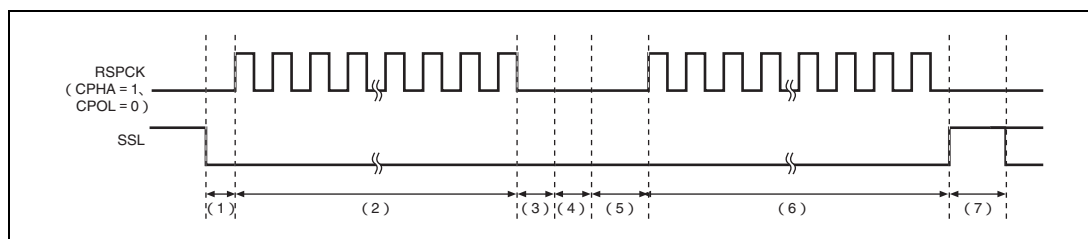

図 17.16 SSLKP ビットを利用したパースト転送動作の例
SSLKP ビットに 1 を設定した SPCMD での SSL 信号出力設定と、次転送で使用する SPCMD での SSL 信号出力設定が異なる場合、本モジュールは次転送のコマンドに対応した SSL 信号のアサート時 (図 17.16 の (5)) に SSL 信号状態を切り替えます。このような SSL 信号の切り替えが発生した場合、MISO をドライブするスレープが競合して信号レベルの衝突が発生する可能性があるので注意してください。